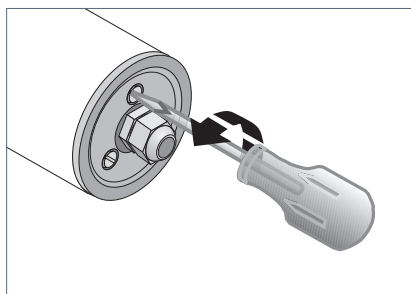

Fig. 2: Aprire la parte laterale A.
- Allentare le tre viti sul lato di collegamento effettuando dai 3 ai 4 giri circa, vedi Fig. 2.